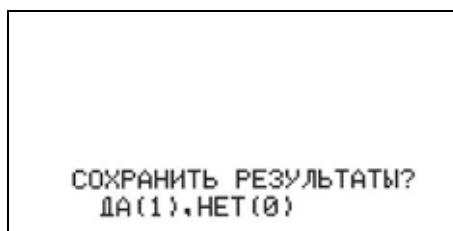

Рисунок 31 - Экран дефектоскопа при завершении контроля.
5.4.2.16 Остановить проведение контроля можно нажатием клавиш «0» или «Enter» (см. рисунок 31).